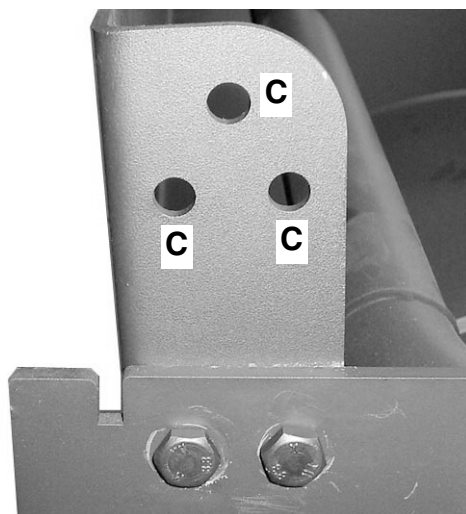

Fig. 10.2-3
- posizionare la caldaia superiore su quella inferiore facendo combaciare i fori alla base della prima con i fori di montaggio dei supporti **B** indicati in fig. 10.2-3 e unire i due corpi caldaia utilizzando le viti in dotazione
- Montare il pannello superiore (3) sulla caldaia fissandolo con le viti ai fianchi e chiudere i fori di passaggio con gli appositi tappi.
- Togliere la presa di pressione presente sul tubo del visore fiamma del portellone di caldaia (fig. 10.2-3), montare a pressione il pannello di rivestimento del portellone e rimontare la presa di pressione.